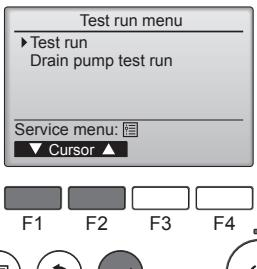

Fig. 7-2
- 從試運轉選單選擇“試運轉”，並按下 [SELECT] 按鈕。（Fig. 7-2）